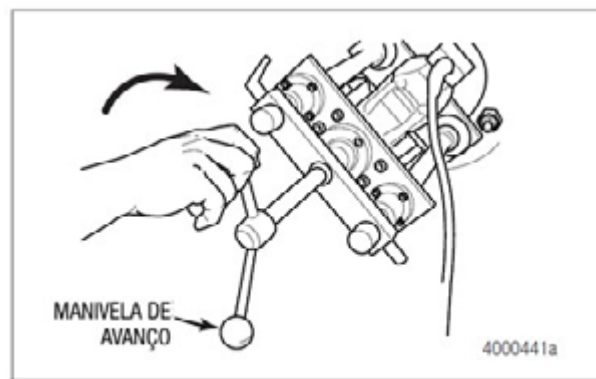
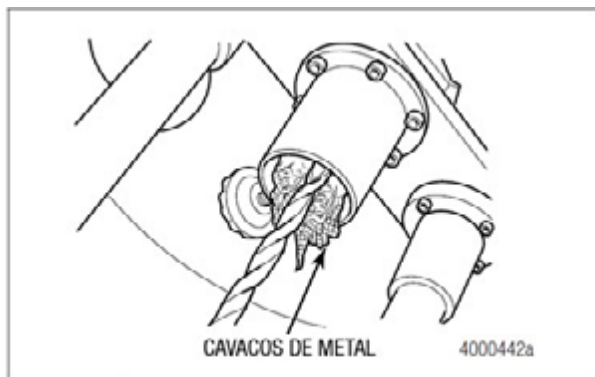

Figura 2.34
Figura 2.35
9. Gire a manivela de avanço no SENTIDO HORÁRIO até que a broca atinja a face da ponteira. Em seguida, afrouxe a manivela com uma volta completa. Figura 2.34.
10. Ligue o motor e fure a ponteira, girando lentamente a alavanca de avanço no SENTIDO HORÁRIO, com um movimento suave e constante. Remova periodicamente os cavacos de usinagem. Não é necessário lubrificação durante a operação de furação. Verifique se os trilhos-guia estão limpos, para garantir que a broca avance suavemente. Figura 2.34 e Figura 2.35.